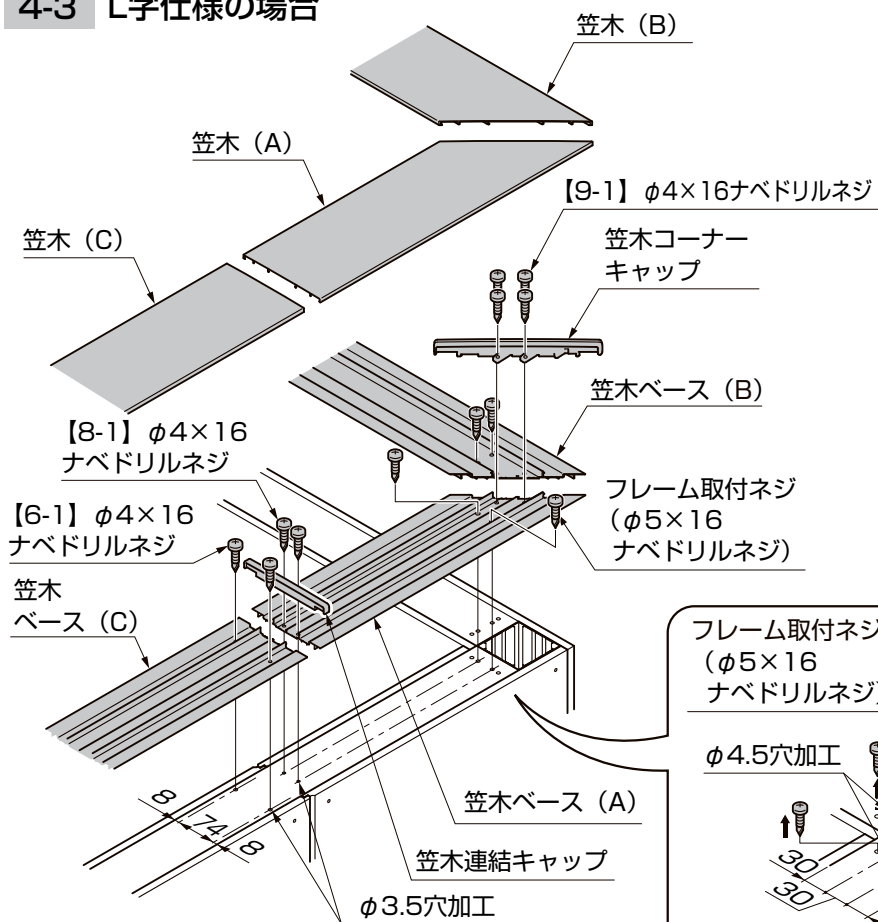

図4-3
- ②フレームにφ3.5とφ4.5の穴加工をしてください。(図4-2、図4-3参照)
- ③笠木コーナークャップを笠木ベースに【9-1】で取付けてください。
- ④笠木ベースをフレーム上端に【6-1】で取付けてください。
- ⑤笠木(A)、(B)をそれぞれ笠木コーナークャップをよけた状態ではめ込み、笠木コーナークャップに当たるまでスライドしてください。
- ⑥連結する場合は「4-2 標準仕様で笠木を連結する場合(W30)」を参照し、笠木(C)を連結してください。